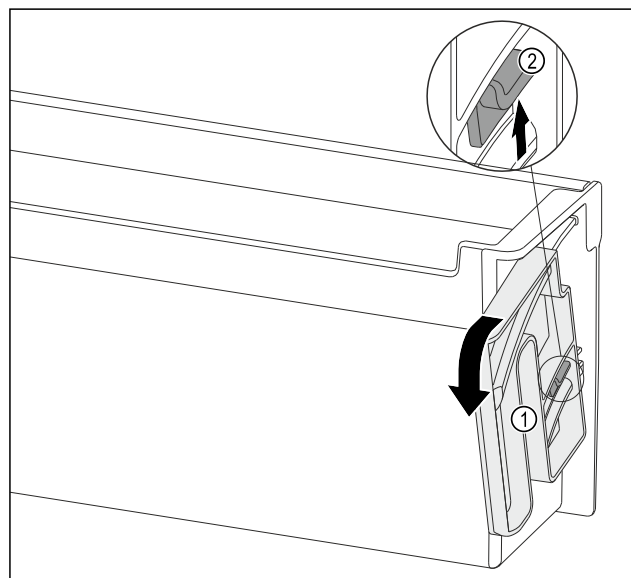

Fig. 145
- Dreheinheit Fig. 145 (1) in die angegebene Richtung bis zum Anschlag drehen.
- Lasche Fig. 145 (2) nach oben drücken und Dreheinheit Fig. 145 (1) entnehmen.